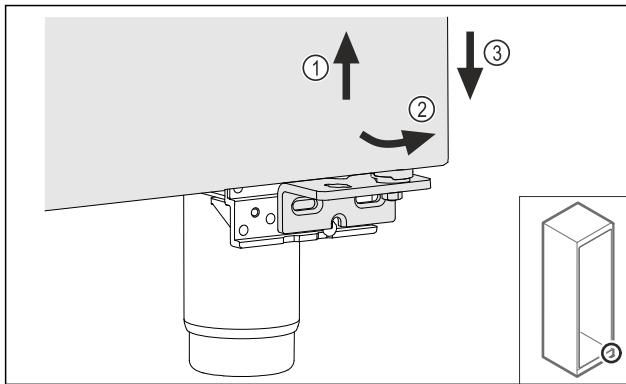

Fig. 20
- Немного приподнимите дверь Fig. 20 (1), наклоните снизу вперед Fig. 20 (2) и опустите Fig. 20 (3).